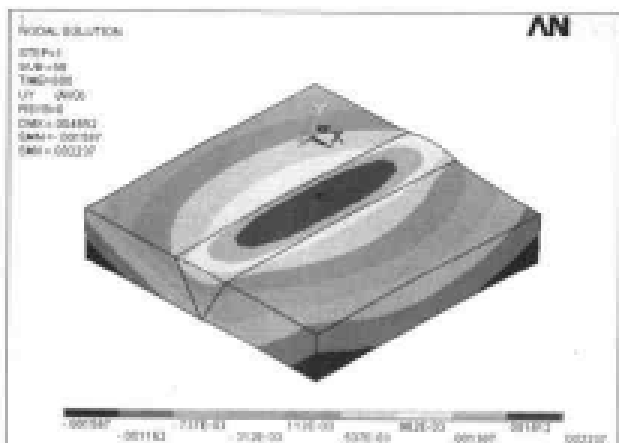

图 13-92 Y 方向位移等值线图
(4) 选择 Main Menu | General Postproc | Plot Results | Contour Plot | Nodal Solu 命令, 出现 Contour Nodal Solution Data 对话框, 选择 Nodal Solution | DOF Solution | Y-Component of displacement 选项, 单击 OK 按钮, ANSYS 显示窗口显示如图 13-92 所示的 Y 方向位移场分布等值线图。